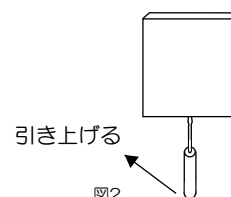

図2
1. フタの下部にある角穴にマイナスドライバー等を差し込み、引き上げてフタを取り外します。(図2)